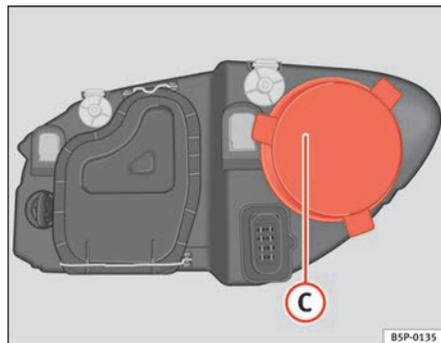

Fig. 166 Luz de carretera
- Retire la tapa ⇒ fig. 166 ③ tirando de la misma.